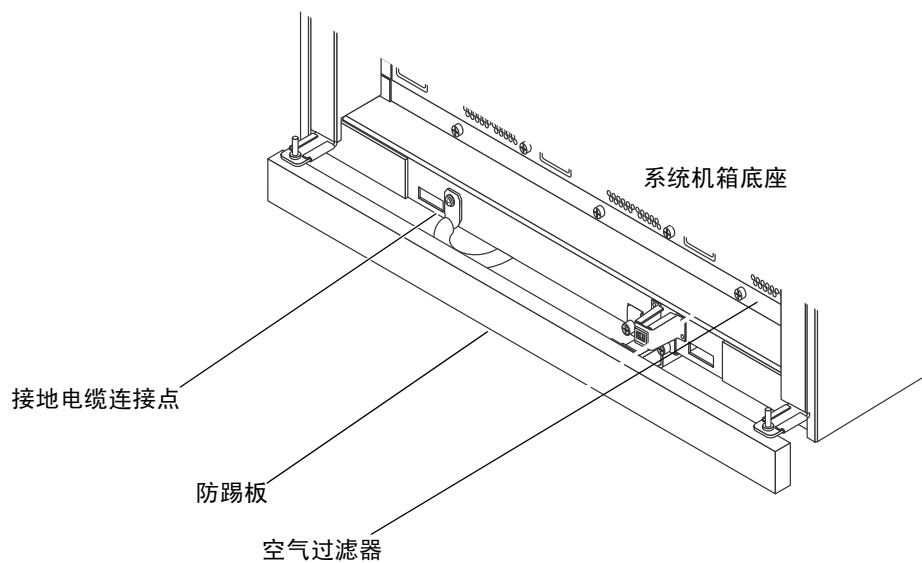

图 3-4 系统机箱上的接地电缆连接点
3. 如图 3-4 所示，将接地电缆连接到系统框架底座底部、防踢板后方的连接点。